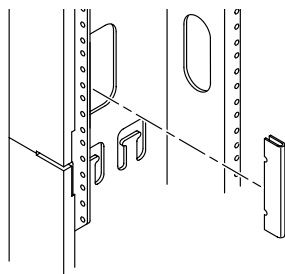

图 1-7 机柜护罩安装
2. 将机柜护罩上的 V 型切口与相应编号的孔对齐，然后紧按护罩中部，直到护罩靠紧机柜边缘为止（图 1-7）。